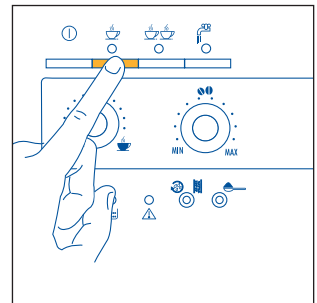
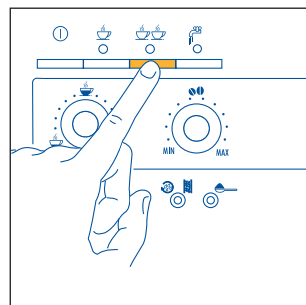

Fig.12
Fig. 13
- 5) Presione el botón  (fig. 12) si prefiere hacer un café o el botón  (fig. 13) si prefiere hacer dos cafés. *Ahora la máquina molitura los granos, realiza una breve pre-infusión y después completa la erogación en la taza.*
NOTA 4: Mientras la máquina está haciendo el café, es posible detener la erogación en cualquier momento presionando el botón ☕ (fig. 12) o ☕☕ (fig. 13) antes seleccionado.
NOTA 5: ni bien se haya concluido la erogación, si quiere aumentar la cantidad de café en la taza, basta con mantener apretado el botón ☕ (fig. 12) o ☕☕ (fig. 13) antes seleccionado hasta obtener la cantidad deseada (esta operación debe realizarse transcurridos 3 segundos desde que concluyó la erogación).